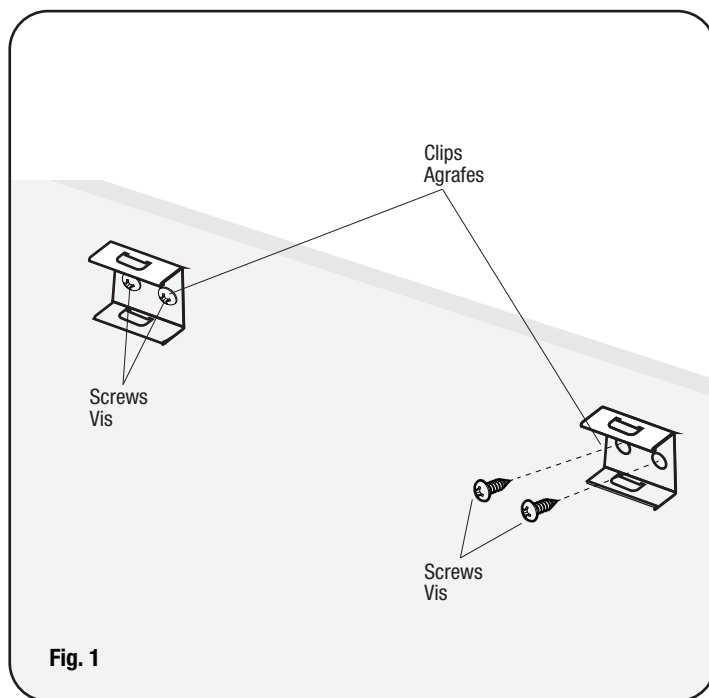

Fig. 1
1. Cut the appropriate opening into desire surface (Fig. 1)
1. Découper l'ouverture appropriée dans la surface (Fig. 1).
1. Install the clips on the desired surface by using provided screws (Fig. 1).
1. Installer les agrafes sur la surface désirée à l'aide des vis fournies (Fig. 1).
1. Installer les agrafes de fixation sur la surface désirée à l'aide des vis fournies (Fig. 1).